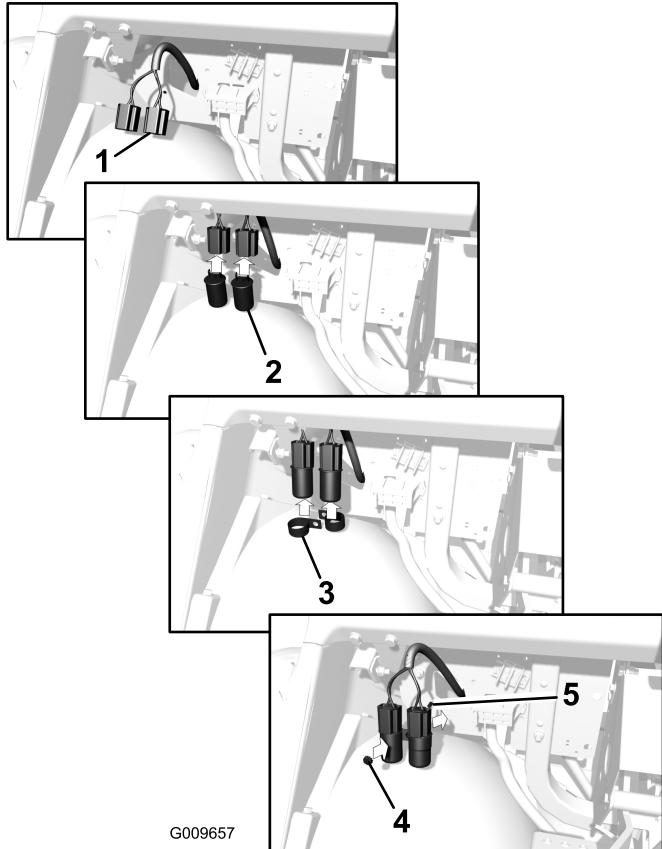

Figura 11
2. Empurre os conectores dos piscas através da abertura na placa de montagem sob o tablier. Ligue os piscas à cablagem frontal (Figura 11).
3. Monte os piscas na placa de montagem utilizando dois gramos em R e uma porca de bloqueio (1/4-20 pol.) e parafuso (1/4 x 3/4 pol.) como se mostra em Figura 11.